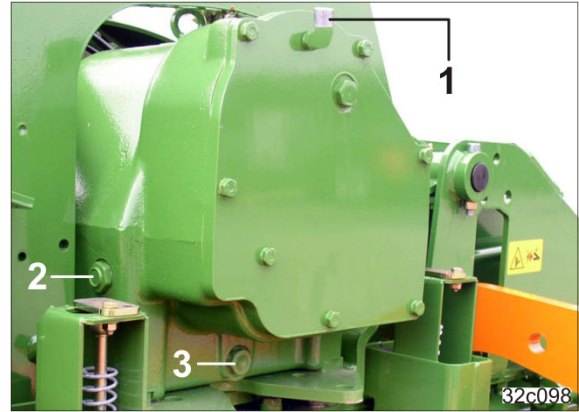

Fig. 132
Gearkassen har en udluftningsventil (Fig. 132/1).
Når påfyldningsmængden er korrekt, kan olieniveauet ses i skueglasset (Fig. 132/2).
2. Efterfyld gearolie gennem udluftningsskruens åbning (Fig. 132/1), hvis det er nødvendigt.
2. Skru olieaftapningsskruen (Fig. 132/3) ud.